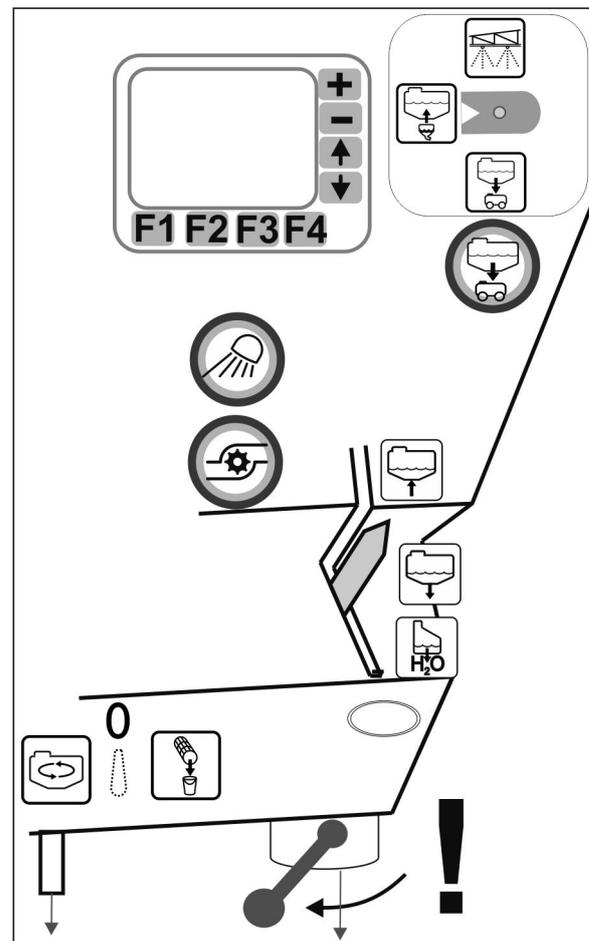

Fig. 141
- Reinigen Sie den Saugfilter (Fig. 141) täglich nach dem Reinigen der Feldspritze.
- Fetten Sie den O-Ring unten am Saugfilter (Fig. 141/4). Achten Sie auf den korrekten Einbau der O-Ringe.
1. Deckel des Saugfilters lösen (Fig. 141/2).
2. Deckel mit Saugfilter (Fig. 141/3) abnehmen und mit Wasser reinigen.
6. Deckel des Saugfilters lösen (Fig. 141/2).
7. Entlastungsventil am Saugfilter betätigen (Fig. 141/1).
8. Deckel mit Saugfilter (Fig. 141/3) abnehmen und mit Wasser reinigen.